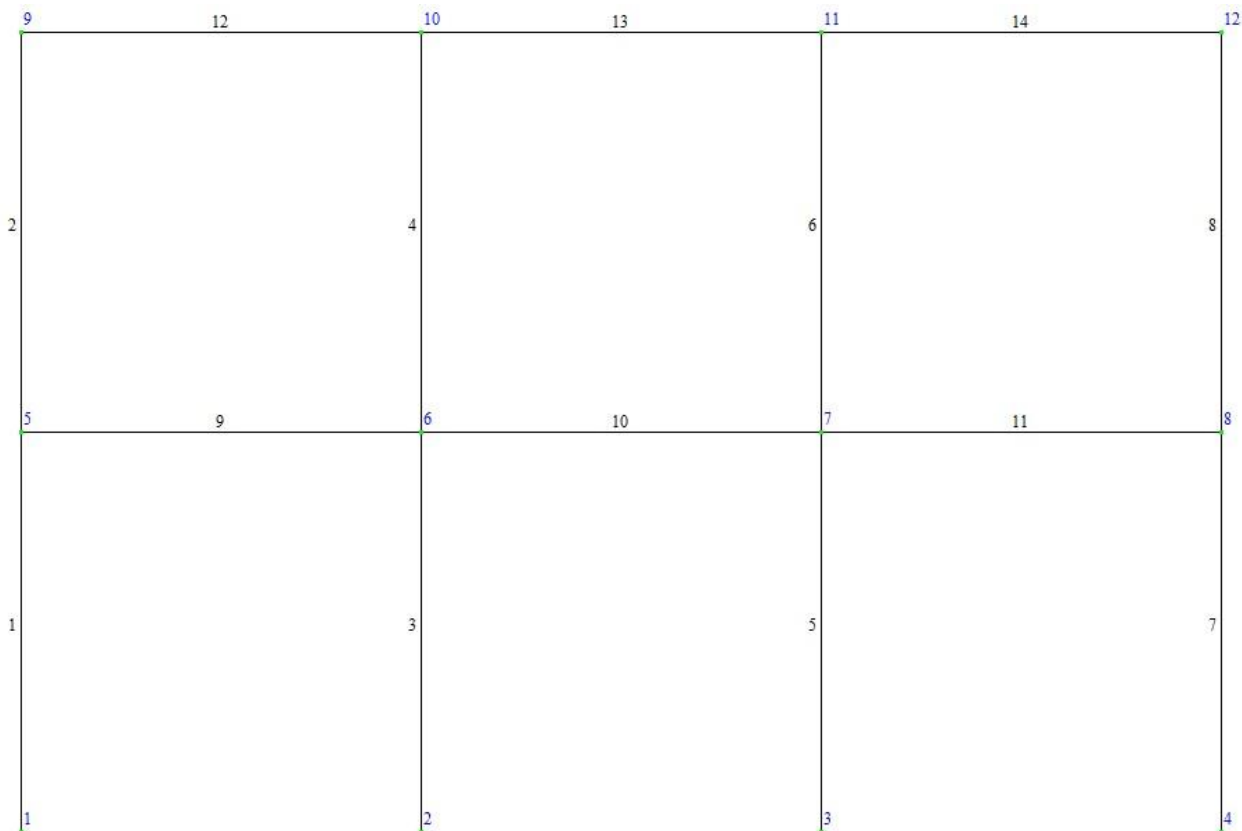

Рис. 3.5. Нумерація вузлів та елементів розрахункової схеми
- Отримана схема представлена на рис. 3.5 (номери вузлів мають синій колір, номери елементів – чорний).